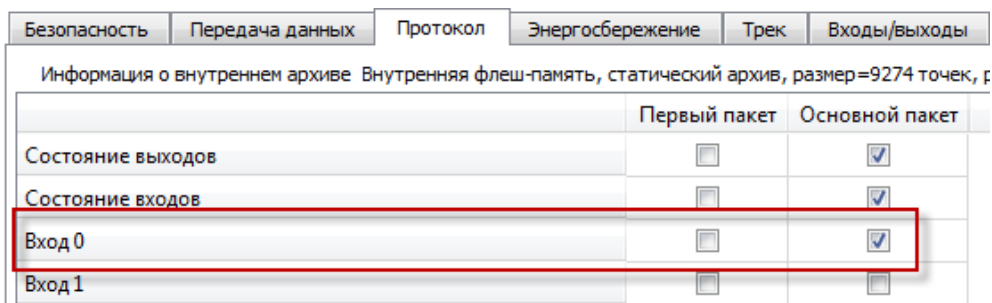

Рис. 5
1. перейдите на вкладку «Настройки» -> «Протокол» Конфигуратора, настройте основной пакет (Рис. 5), отметив вход, к которому подключен терморезистор, и нажмите кнопку «Применить»;